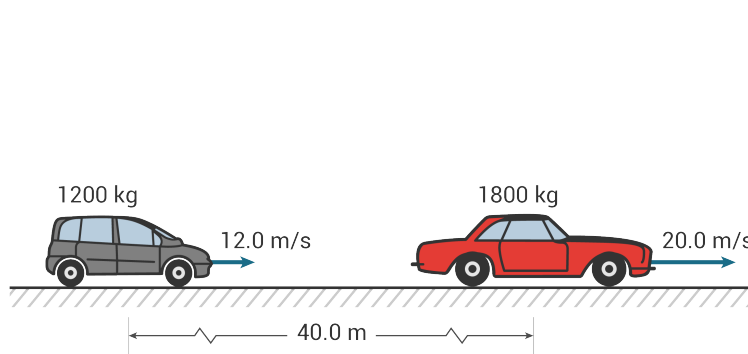

Figura 17.2: Automóviles.
- Una camioneta de 1200 kg avanza en una autopista recta a 12.0 m/s. Otro auto, de masa 1800 kg y rapidez 20.0 m/s, tiene su centro de masa 40.0 m adelante del centro de masa de la camioneta (Figura 17.2).